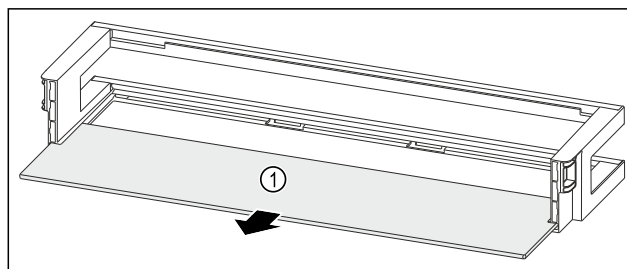

Fig. 126 Дверная полка со съемной полкой
- ▶ Извлеките съемную полку Fig. 126 (1).